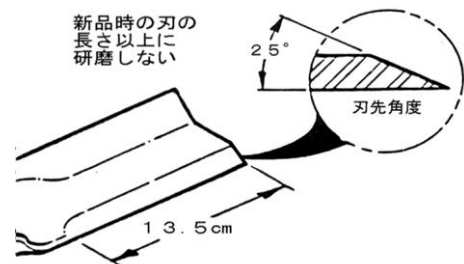
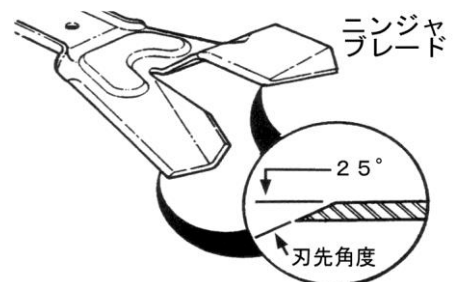

図6-3
図6-3-1
4. グラインダで $22^{\circ} \sim 28^{\circ}$ 位に研磨します。刃の長さは端から約 13.5cm にします。(図6-3) (図6-3-1)